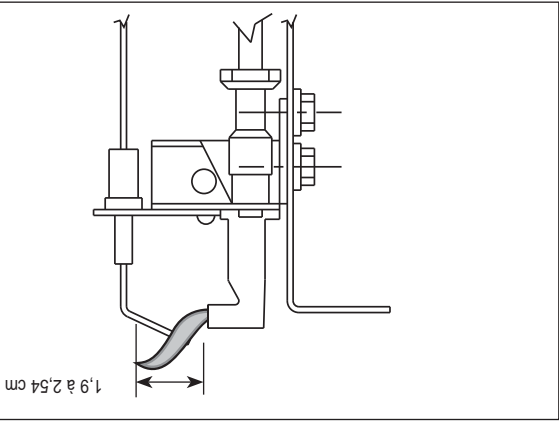

Figure 15.1 - Flamme de veilleuse correcte
3. Réglez la longueur de la veilleuse en tournant la vis dans un sens ou dans l'autre pour obtenir une flamme constante de 3/4 à 1 po de longueur et empâtant sur l'extrémité du thermocouple ou de la tige de détection de la flamme de 3/8 à 1/2 po (voir figure 15.1).